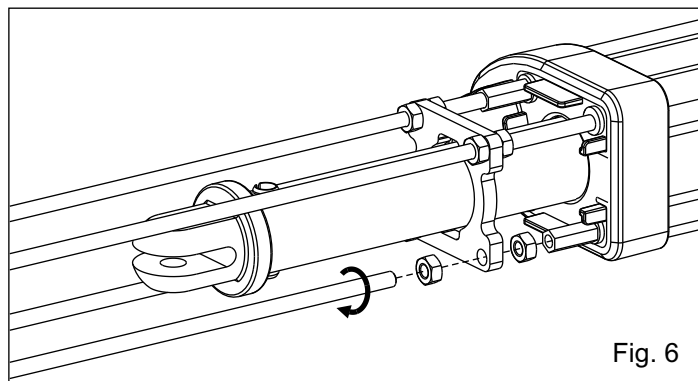

Fig. 6
6. Insertar los dados y atornillar los 4 tirantes hasta el apretamiento (Fig.6)